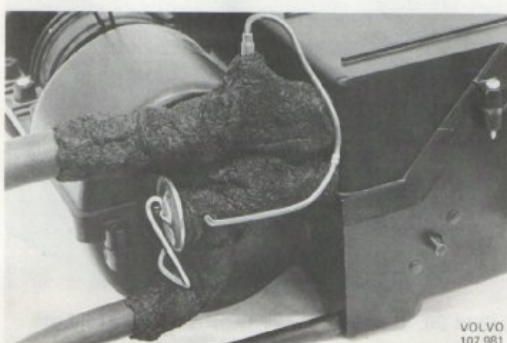

Bild 31. Isolering av ventil och utloppsrör tid.utf.
13. Isolera expansionsventilen och förskruvningarna väl så att alla metallytor täcks med isolermassa (bild 31).